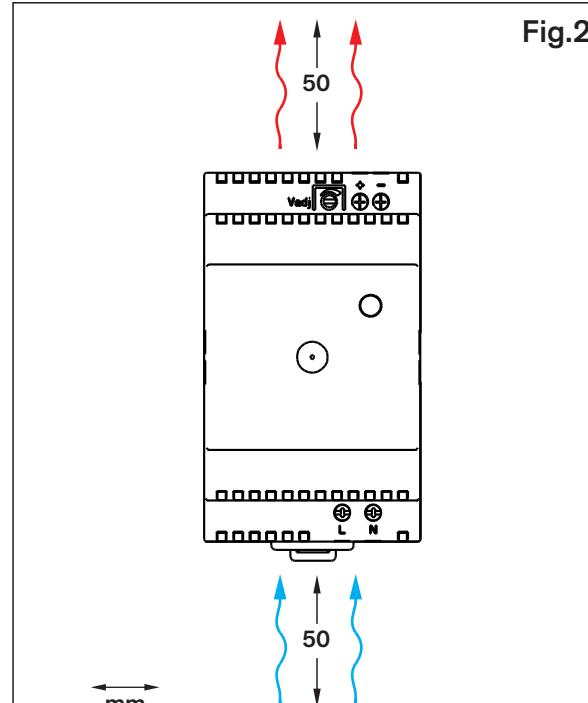

Fig.2
- Debe asegurarse una refrigeración adecuada. Fig.2
El dispositivo puede instalarse sobre carriles DIN de 35 mm, de acuerdo con las especificaciones de la norma DIN EN 50022. Es preciso cumplir los requisitos de provisión de un espacio de ventilación por encima y por debajo de la dispositivo. Fig.2